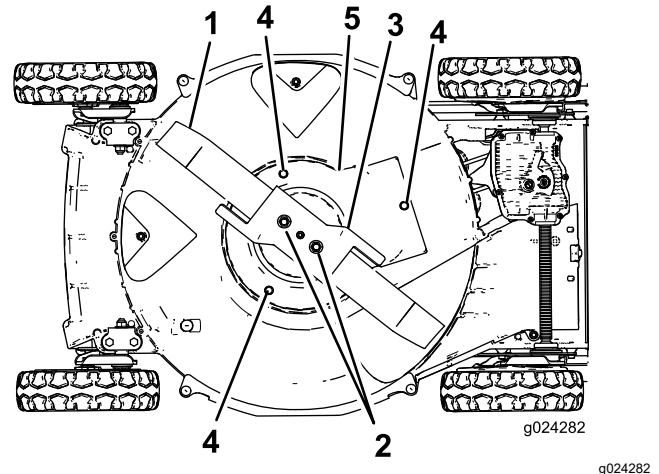

Figure 33
6. Enlevez les 2 écrous de lame, l'accélérateur et la lame (Figure 33).
7. Retirez les vis qui fixent la protection du débrayage du frein de lame au carter du tablier de coupe (Figure 33).